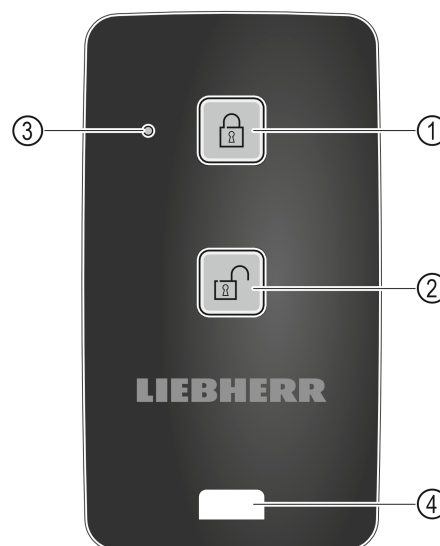

Fig. 108
- ▶ Premere il tasto Fig. 108 (1) sul telecomando.
- ▶ Premere il tasto Fig. 108 (2) sul telecomando.
- ▶ Il LED di stato Fig. 108 (3) fornisce un feedback visivo quando viene premuto un pulsante.
- ▶ Occhiello Fig. 108 (4) per agganciare il telecomando, ad esempio a un portachiavi.